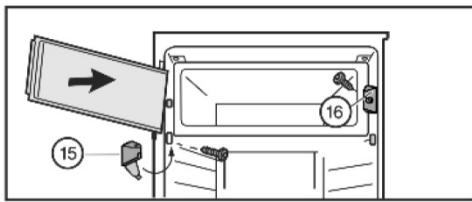

Fig. 6
- Skru lukkeelementet Fig. 6 (16) fast på den modsatte side.
- Monter hængslet Fig. 6 (15). Luk dækpladen.